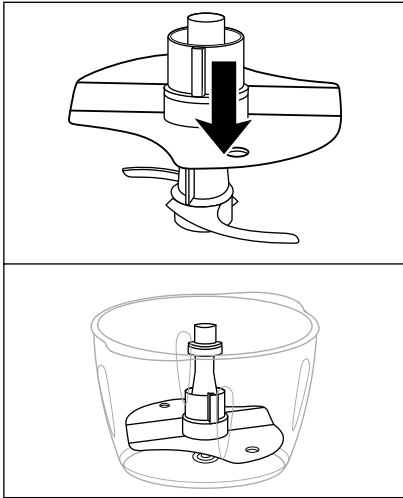

Fig. 1
- Pour fouetter 200–400 ml de crème, montez le disque émulsionneur **12** sur le porte-lame **7** de sorte que le disque émulsionneur **12** repose sur les deux parties de la lame **8** et s'encrante (fig. 1) :